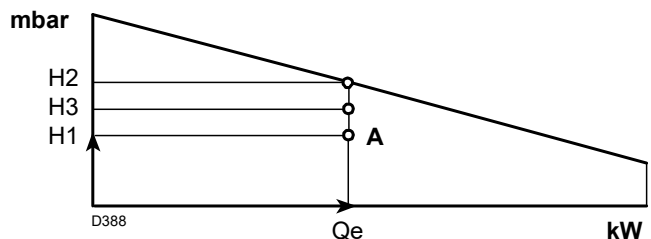

Abb. 3
- 4 Ziehen Sie eine Senkrechte vom Punkt A (Abb. 3), und lesen Sie den maximalen Druck H₂ des Betriebsbereichs ab.
Ist H₃ größer als H₁ (Abb. 3), kann der Brenner den geforderten Durchsatz erzeugen.